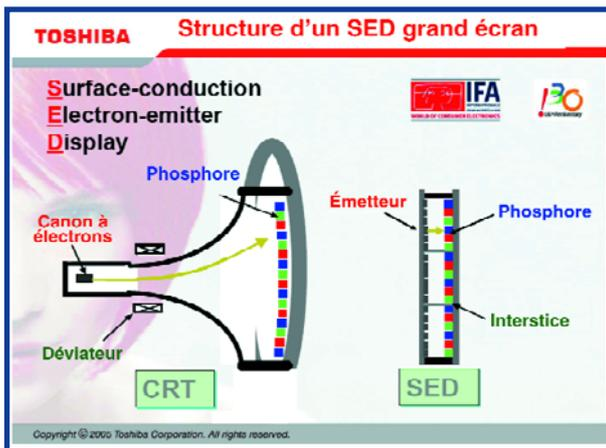

Figure 7.
L'un des critères essentiels auquel doivent répondre les technologies de fabrication d'écran est d'avoir des perspectives d'avenir solides. Les appareils à tube sont indubitablement en fin de cycle de production et disparaîtront du marché. La technologie du plasma restera intéressante pour les écrans de grande taille plus particulièrement. Les OLED ont déjà trouvé quelques petites niches du marché. Les LCD ont eux atteint une maturité de marché et de technologie indéniable, mais ils regorgent encore d'un énorme potentiel de développement. Les fabricants investissent de façon substantielle dans le R&D (Research & Development) - Sharp y consacre pas moins de 7% de son chiffre d'affaire annuel ! Les taux de croissance pointent eux aussi indéniablement vers les écrans plats tels que LCD et plasma. Les analystes s'attendent à un bond supérieur à 30% dans les ventes en 2005. On pense, en RFA, que l'on dépensera cette année plus de 1,5 milliard d'euro pour l'achat de nouveaux écrans. On s'attend, en 2006, à vendre 2,4 millions de LCD, 550 000 PDP et 170 000 projecteurs frontaux et 80 000 rétroprojecteurs, mais aussi encore quelque 3,2 millions de téléviseurs à tube. Il n'est pas exclu que le principe du rayon cathodique reprenne du poil de la bête, on a en effet vu apparaître une toute nouvelle technique. Toshiba et Canon développent en commun une technologie site SED (Surface-Conduction Electron Emitter Display). On nous promet des résolutions de 1 920 x 1 080 pixels, des temps de réaction courts, une faible consommation, de grandes diagonales (50 pouces et plus) ainsi qu'une luminosité importante sans rétro-éclairage. Le rapport de contraste devrait atteindre 100 000:1. Cette technique repose, comme dans le cas des téléviseurs à tube classique, sur l'émission ciblée d'électrons, qui amènent une couche de phosphore fluorescent incorporée à la surface de verre de l'écran à s'illuminer (cf. **figure 7**). Chaque point d'image dispose de son propre émetteur d'électrons. La première usine-pilote a démarré en août à Hiratsuka (J). Fin 2007, les Japonais veulent fabriquer 75 000 écrans par mois et se donnent comme objectif 30% de part du marché pour les écrans plats de plus de 50 pouces.